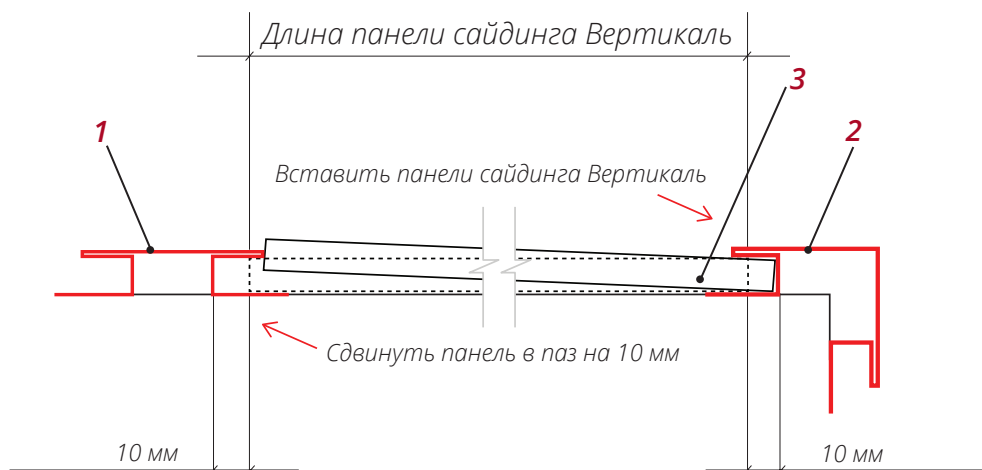

Рис. 3
■ Используя схему со сложными доборными элементами, подготовьте панели таким образом, чтобы, когда один край панели **3** заведен до упора в паз доборного элемента **2**, второй край можно было завести в паз доборного элемента **1** с другой стороны (рис.3).
- Вставьте панель в пазы доборных элементов и выровняйте ее так, чтобы панель входила в пазы наполовину его глубины или на 10 мм (рис.3).
- Прижмите панель к обрешетке и закрепите саморезами в гвоздевую полку. Прикручивайте панель от центра к краям. Не крепите сайдинг слишком плотно. Оставьте расстояние примерно 0,8-1 мм между нижним краем шляпки самореза и панелью, так чтобы она имела свободный ход по горизонтали (рис.3).
- Подготовку и монтаж финишной панели **3** (рис.3) проводите так, как описано для вертикального монтажа.